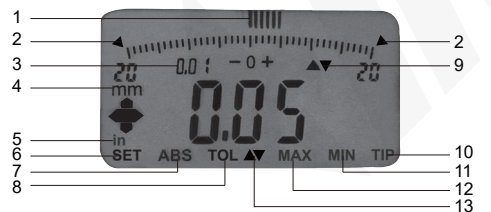

fig.1
1. Installez et retirez la pile (CR2032), le pôle négatif de la pile doit être tourné vers l'extérieur (fig. 1).